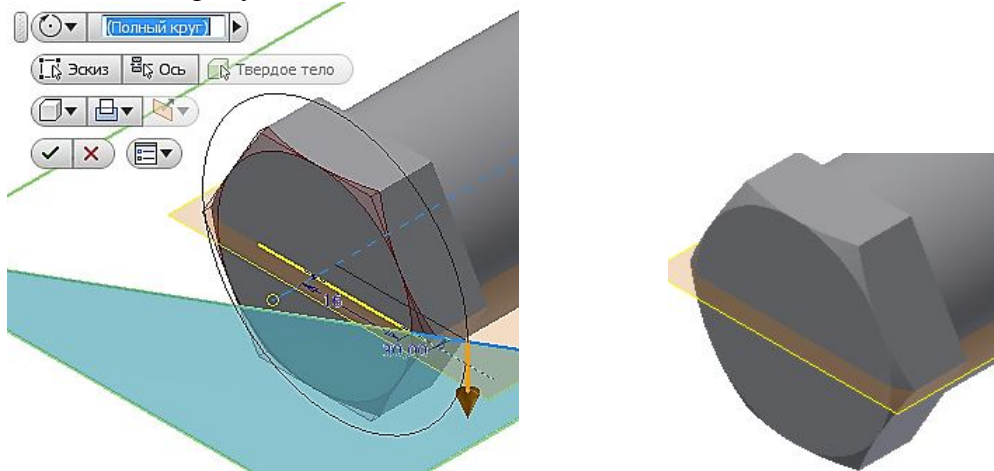

Рис. 1.11.
8. Выберите команду «Вращение»  (рис. 1.11). Выберите область для удаления материала, выбрав построенный эскиз отрезка, ось вращения Y, угол поворота «Полный круг», как показано на рисунке 1.11 и нажмите «ОК».